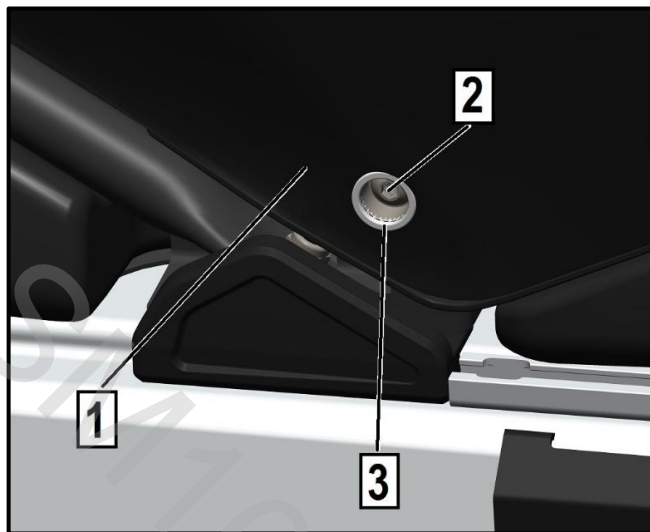

Рис. 26
1. Воспользуйтесь ключом для откручивания винтов с внутренним шестигранником 5 мм (поз. 2, рис. 26), чтобы снять сиденье (ключ находится в комплекте инструментов для снегохода).